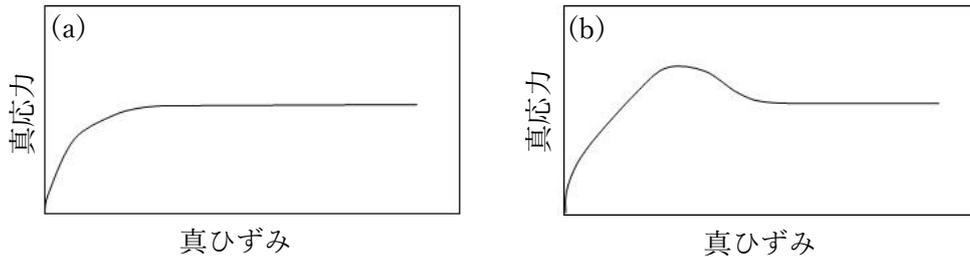

図3 高温変形時の真応力-真ひずみ曲線
- (1) 図3に示す (a) および (b) は、ある金属で高温変形中に動的再結晶あるいは動的回復のいずれかにより、定常変形が起こった際の真応力-真ひずみ曲線を表しています。これらの図のうちで、動的回復を表すものを選択し、その挙動について説明しなさい。